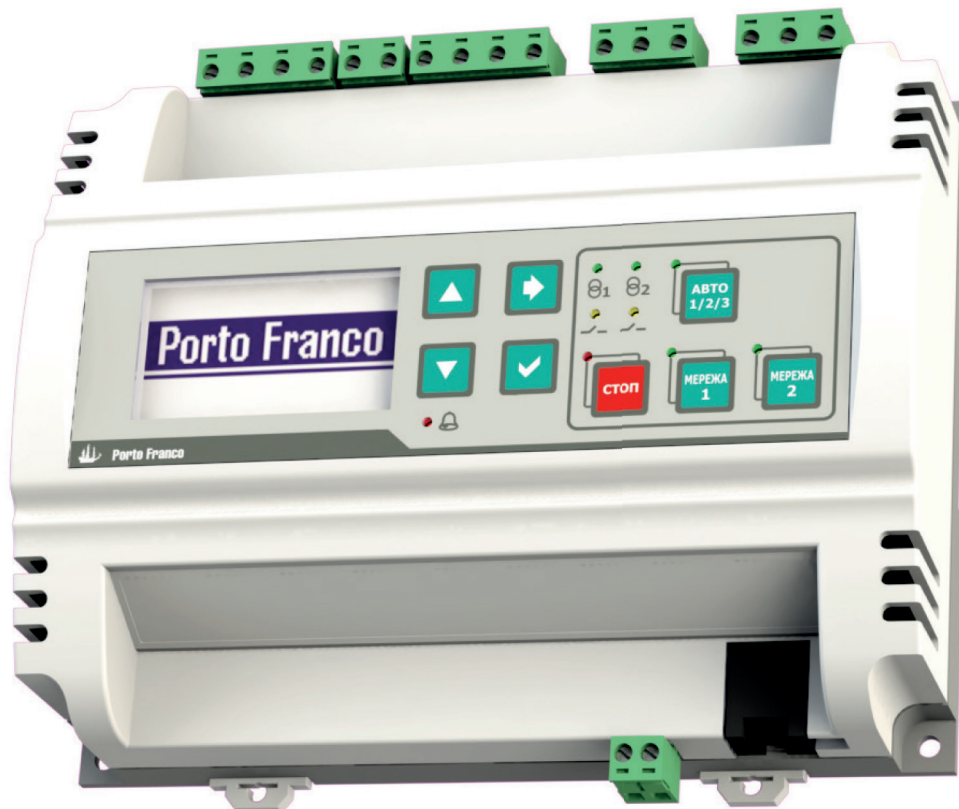

Рис. 5.1 – Зовнішній вигляд контролера АВР-СС
5.1.1 Конструктивно пристрій виконано в пластмасовому корпусі та призначено для встановлення на DIN-рейку. На фронтальній стороні розташовані світлодіоди індикації, LCD дисплей і кнопки управління контролером. Зовнішній вигляд контролера представлений на рис. 5.1.